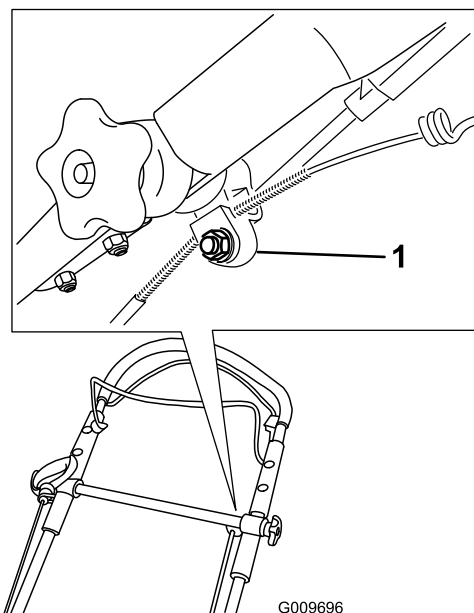

Figure 49
- Desserrez l'écrou sur le support du câble (Figure 49).